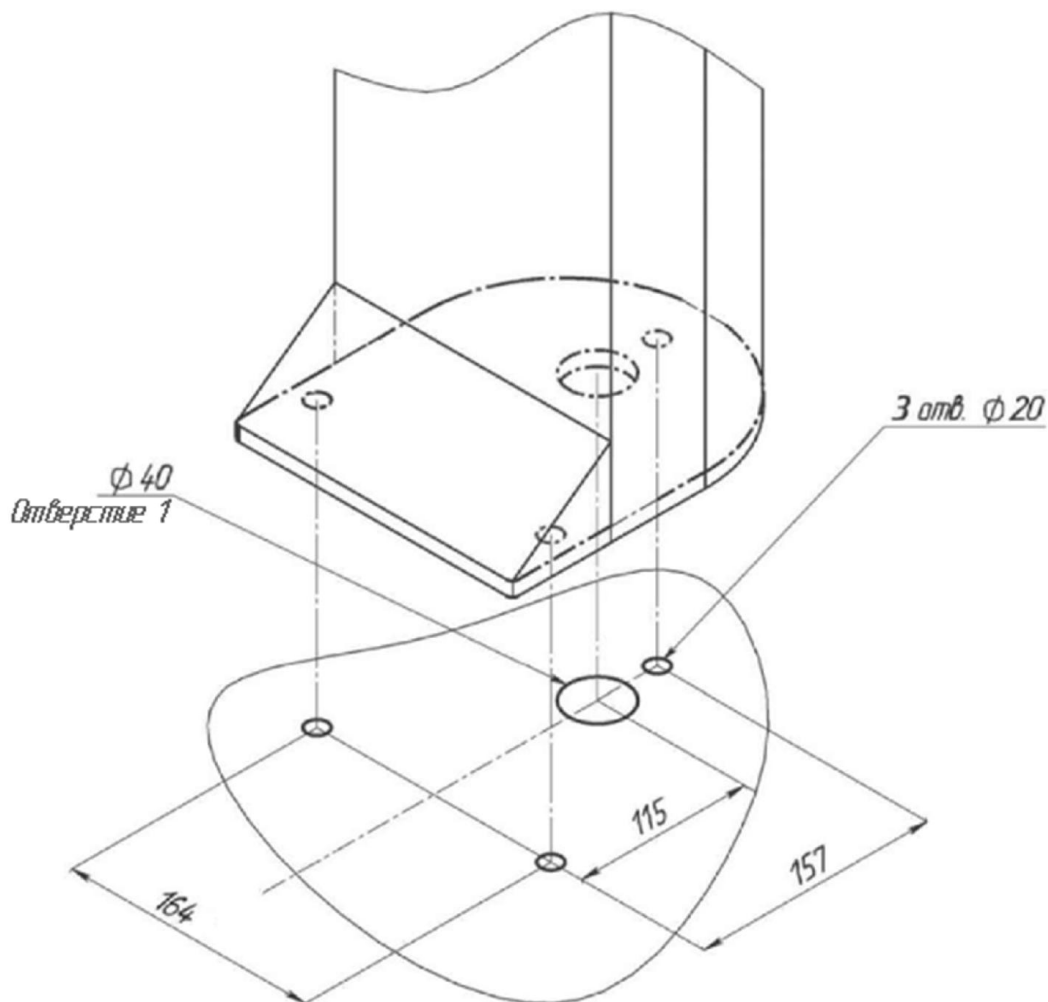
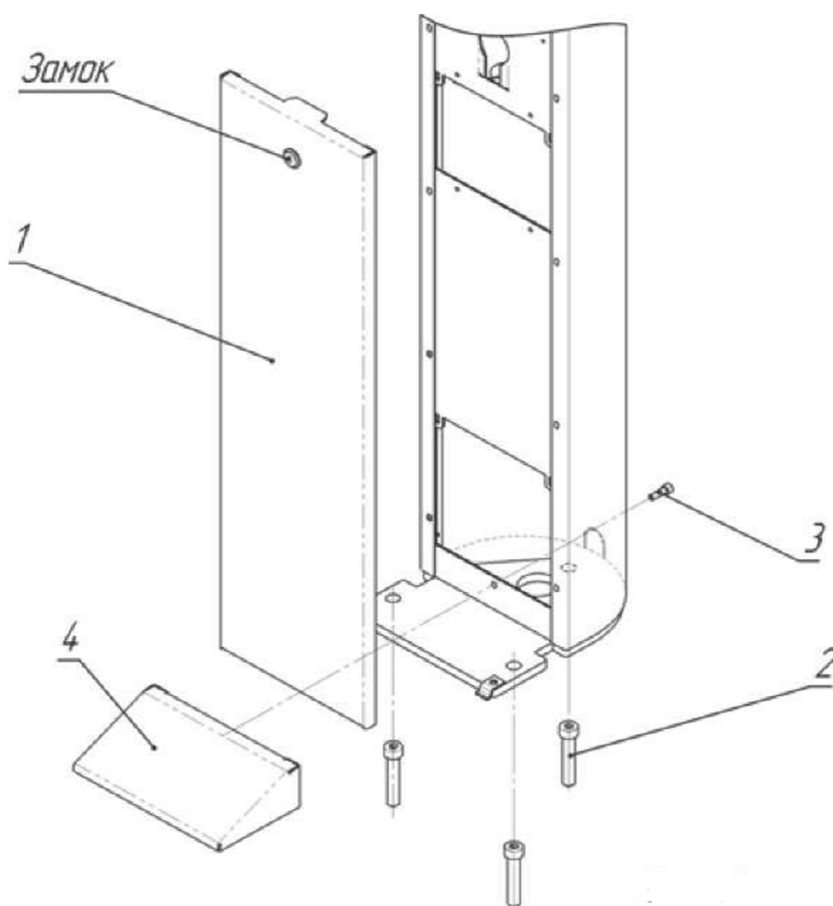
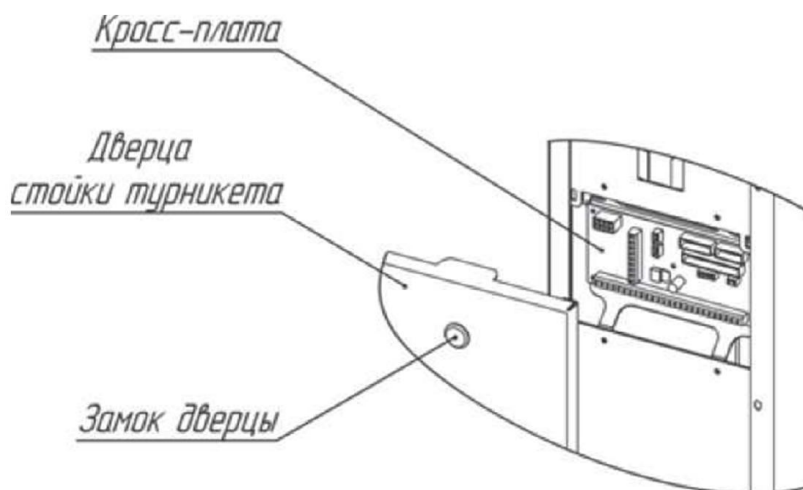

Рис. 4. . Установочные размеры
Рис. 5. . Схема установки турникета
Рис. 6. Расположение кросс-платы на стойке турникета
4.2.3. По установочным размерам (рис. 4), подготовьте 3 отверстия диаметром 20 мм в полу под анкеры крепления стойки турникета. Расположение монтажных отверстий относительно внешних габаритов турникета представлено в Приложении 3(рис. 11). Глубина закладного отверстия должна превышать длину анкера на 5 мм. Вставьте анкеры в отверстия.
4.2.4. Подводка кабелей производится через отверстие 1 (рис. 4) в нижней плите турникета. Необходимо подготовить штробу для прокладки кабелей.
4.2.7. Установите стойку турникета на подготовленную площадку (рис. 4). Используя ключ, откройте замок и снимите дверцу (1,рис. 5). Заведите в корпус турникета кабели от ПУ, БП и, при необходимости, кабели СКУД и ОПС. Подводка кабелей производится через отверстие 1 в нижней плите турникета (рис. 4). Закрепите кабели кабельными стяжками.
4.2.8. Совместите отверстия в стойке турникета с анкерами в полу. Проверьте вертикальность установки в 2-х плоскостях, при необходимости используйте стальные прокладки требуемой толщины для правильной установки турникета. Закрепите стойку турникета тремя винтами М12 (2,рис. 5), закрутив их в соответствующие анкера, используя ключ для винта с внутренним шестигранником S10. Установите крышку основания (4,рис. 5) и зафиксируйте ее винтом М6, приложенном в комплекте поставки (3,рис. 5). Установите дверцу (1,рис. 5) в исходное положение и закройте ее на замок.
Подключение БП, ПУ и СКУД осуществляется с помощью кросс-платы. Для этого необходимо открыть дверцу стойки турникета (1,рис. 5), используя ключ. На рис. 6 показано расположение кросс-платы на стойке турникета.